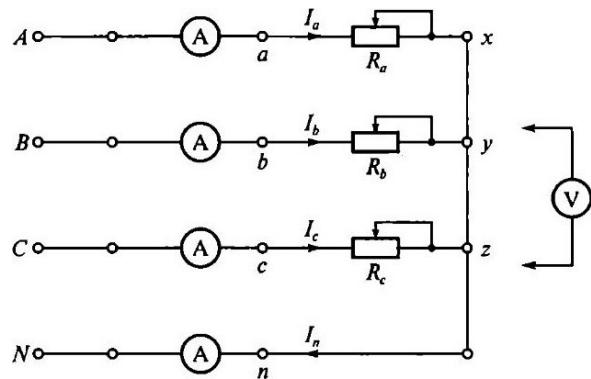

Рис. 7.1. Схема трехфазной ЭЦ с активной нагрузкой однофазных приемников, соединенных «звездой»
Схема электрической цепи (ЭЦ) с включенными в нее измерительными приборами приведена на рис. 7.1. В качестве измерительных приборов в работе используются:
3.3. Собрать ЭЦ в соответствии с рис. 7.1. С помощью переключателя пределов установить наибольшую номинальную величину измерительных приборов.
3.7. На основании данных табл. 7.1 и 7.2 с учетом рис. 7.1 вычислить полные сопротивления фаз 4 и углы сдвига фаз между током и напряжением (Φ , результаты занести в табл. 7.3).
5.3. В табл. 7.4 даны значения линейного напряжения и фазных сопротивлений ЭЦ, приведенной на рис. 7.1. Номер варианта соответствует номеру стенда. На основании данных табл. 7.4 для своего варианта вычислить фазные напряжения и токи для ЭЦ «нейтральным проводом». Результаты занести в табл. 7.1 и 7.2. По основании данных табл. 7.1 и 7.2 построить на рис. 7.2 в масштабе векторные диаграммы напряжений и токов. По векторным диаграммам определить значение тока в нейтральном проводе.